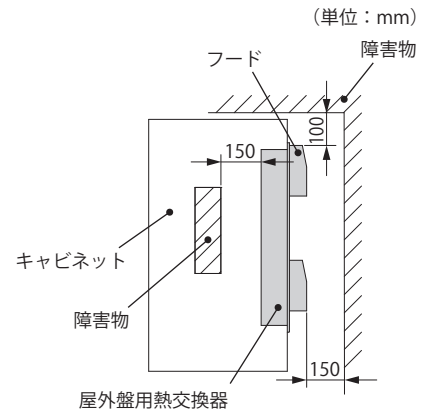

図 1 障害物からの距離
- ・メンテナンスのため、フードの上部から障害物までの距離を 100mm 以上離してください。(図 1)
- ・吸気口および排気口の通風を妨げたり塞がないよう、また、排気が直接本製品吸気口に流入しないように取付位置に注意してください。能力低下の原因になります。障害物からの距離を 150mm 以上離すことをおすすめします。(図 1)